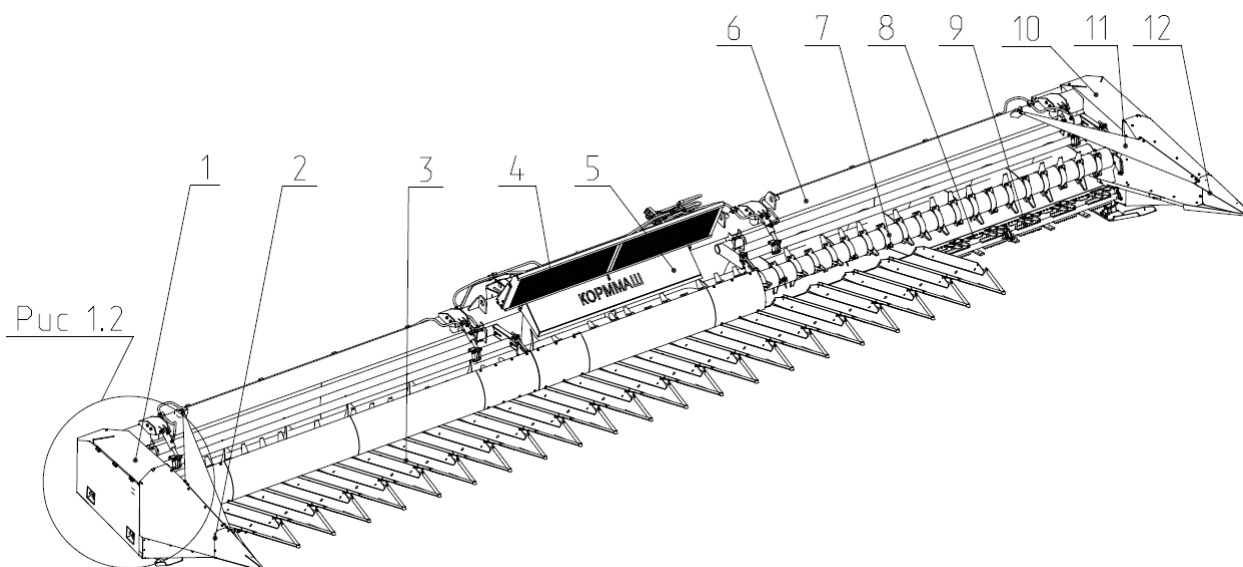
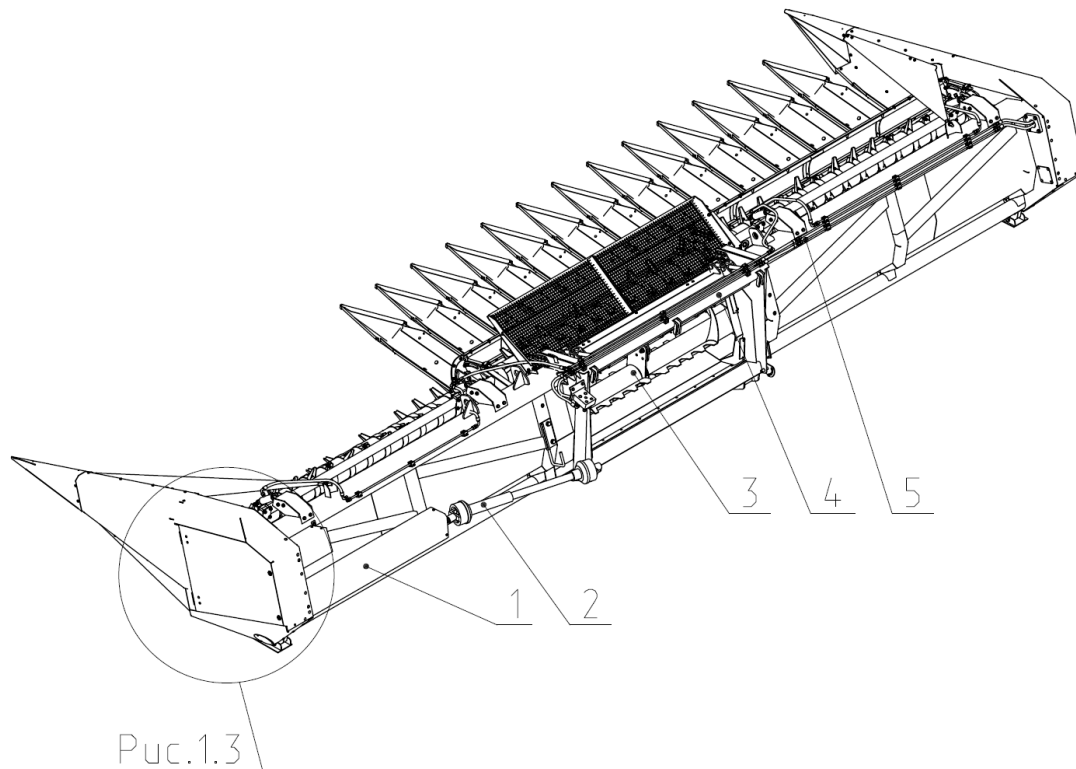
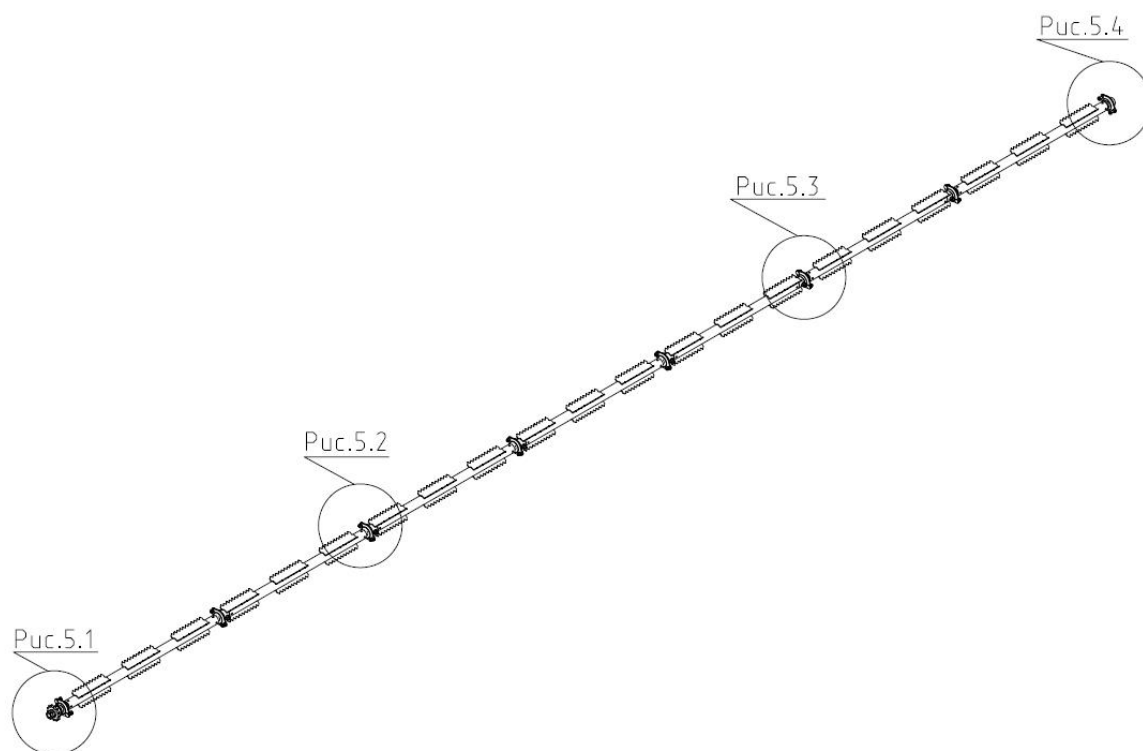

Рис.1 Общий вид жатки ЖНС-7,8 ПГ
Рис.1.2 Общий вид жатки ЖНС-7,8 ПГ
Рис.5 ЖНС 04.140 Корчеватель в сборе (Вал протягивающий).
Жатка (рис.1.2) монтируется на наклонной камере комбайна при помощи адаптера 5 и жестко соединяется с ней шкворнями. Привод жатки осуществляется слева карданной передачей 2 (рис. 1.2) от ВОМ наклонной камеры комбайна через контрприводы 2 и 1. Обороты мотвила изменяются гидромотором, а подъем и опускание гидроцилиндрами. Управление гидромотором и гидроцилиндрами осуществляются из кабины комбайна через гидросистему жатки 6 соединенной с гидросистемой комбайна.
2.2 Жатвенная часть состоит из платформы 6 (рис. 1), на которой смонтированы: защитные кожухи 1 и 10, лифтеры (Поддон в сборе) 3, защитные щитки 4 и 5, рамка в сборе 7 с мотовилом и защитным кожухом, режущий аппарат 8, корчеватель (вал протягивающий) 9, отводные доски 10, правый 12 и левый 2 боковые делители (пиллета), шнек 3 (рис. 1.2), контрприводы 1 и 2.
Поддоны 3 (рисунок 1) предназначены для разделения и направления стеблей подсолнечника к режущему аппарату, а также для сбора и пассивной подачи срезанной и осыпавшейся массы.
Боковые делители 2,12 (рис. 1) служат для отделения подсолнечника от основного массива, направления его к режущему аппарату, а также для сбора и пассивной подачи срезанной и осыпавшейся массы на платформу жатки.
Протягивающий вал 9 (рис.1) закрепляется внизу на бруске жатки под режущим аппаратом и в боковинах жатки в корпусах подшипников. Он состоит (рис.5) из 7-ми валов соединенных между собой соединением вал-втулка, зафиксированных болтами.